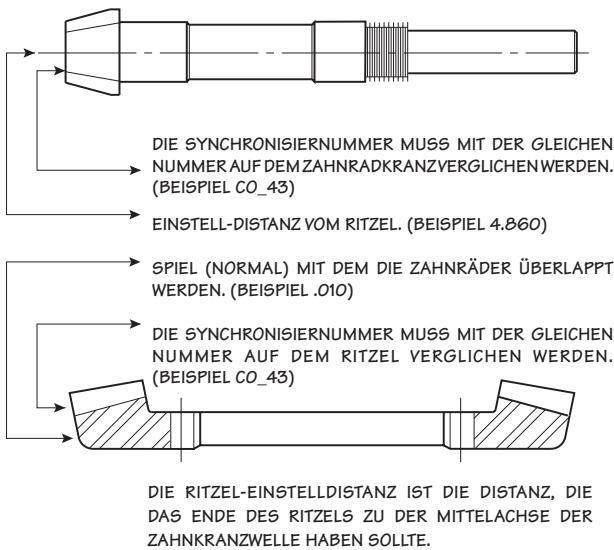

Bild 9 Zahnrad-Synchronisierungsnummern und Einstell-Daten
Vor der Montage eines neuen Ritzelzahnrad in den Ritzelkäfig prüfen Sie die Synchronisierungsnummern am Ritzelzahnrad und dem schraubenförmigen Kegelzahnrad, um sicher zu sein, dass Sie korrekt ausgerichtet sind. Die Zahnräder werden in der Fabrik überlappt eingestellt und sollten nicht getrennt werden. Die Nummern sind im Ritzelzahnrad und im Zahnkranz – wie in **Bild 9** illustriert – eingeätzt.
2. Schrauben Sie die Ritzelkäfig-Baugruppe an das Gehäuse mit der angemessenen Anzahl der Befestigungsscheiben, um die in der Vorderseite des Ritzel-Zahnrad eingeätzte Ritzel-Einstelldistanz zu gewährleisten. Siehe **Bild 9**. Ziehen Sie sie mit einem Drehmoment von 102 Nm an.